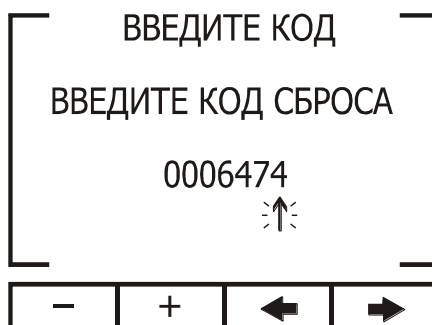

Рис. 32
3. Выберите пункт «**Сброс Мин.-макс.**», если требуется сбросить пиковые значения, и нажмите Enter. На дисплее появится экран ввода пароля (рис. 32):